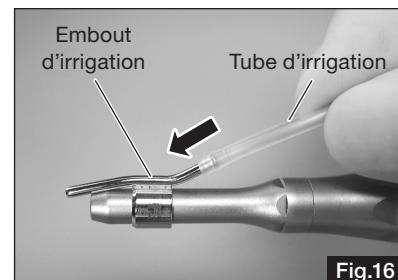

Fig.16
- Montez un embout d'irrigation compatible avec l'accessoire sur l'autre extrémité du tube d'irrigation (Fig. 16).